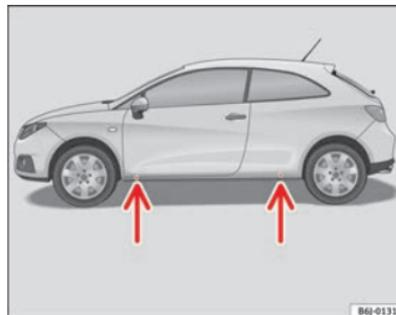

Fig. 125 Points d'appui du cric.
- Cherchez sur le longeron inférieur le point d'appui le plus proche de la roue à changer ⇒ page 218, fig. 125.
Des empreintes sur le bas de caisse à l'avant et à l'arrière du véhicule indiquent les points d'appui du cric ⇒ page 218, fig. 125. Un emplacement a été prévu pour chaque roue. Le cric ne doit pas être positionné à d'autres endroits.